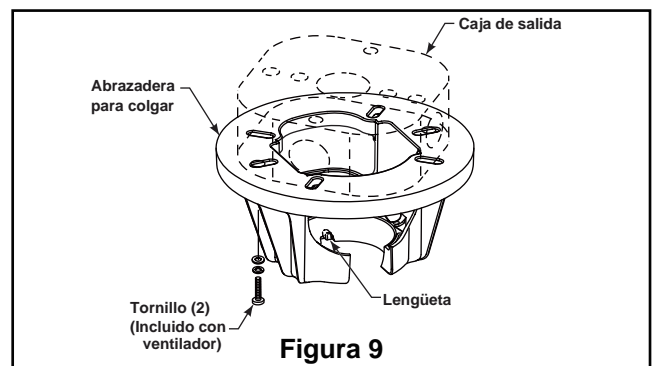

Figura 9
1. Fije bien la abrazadera para colgar a la caja de salida con los tornillos y las arandelas provistas con la ventilador. (Figura. 9)